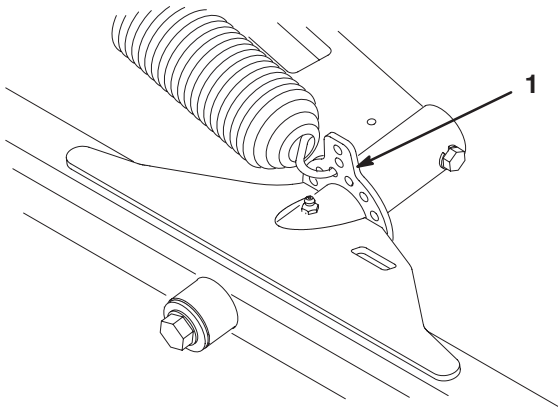

Figure 10
1. Accrochez le ressort dans le troisième trou à partir du haut sur le côté intérieur des pattes de relevage des plateaux de coupe avant et sur la patte de relevage du plateau de coupe arrière (Fig. 10).